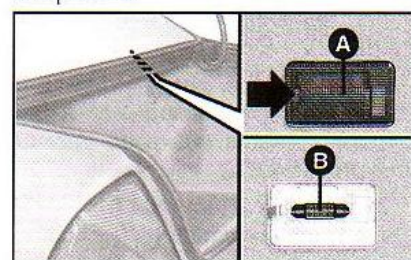

fig. 49
1) Retirar o grupo porta-lâmpadas e a lente **A**-fig. 49 empurrando com uma chave de fenda as lingüetas de retenção.